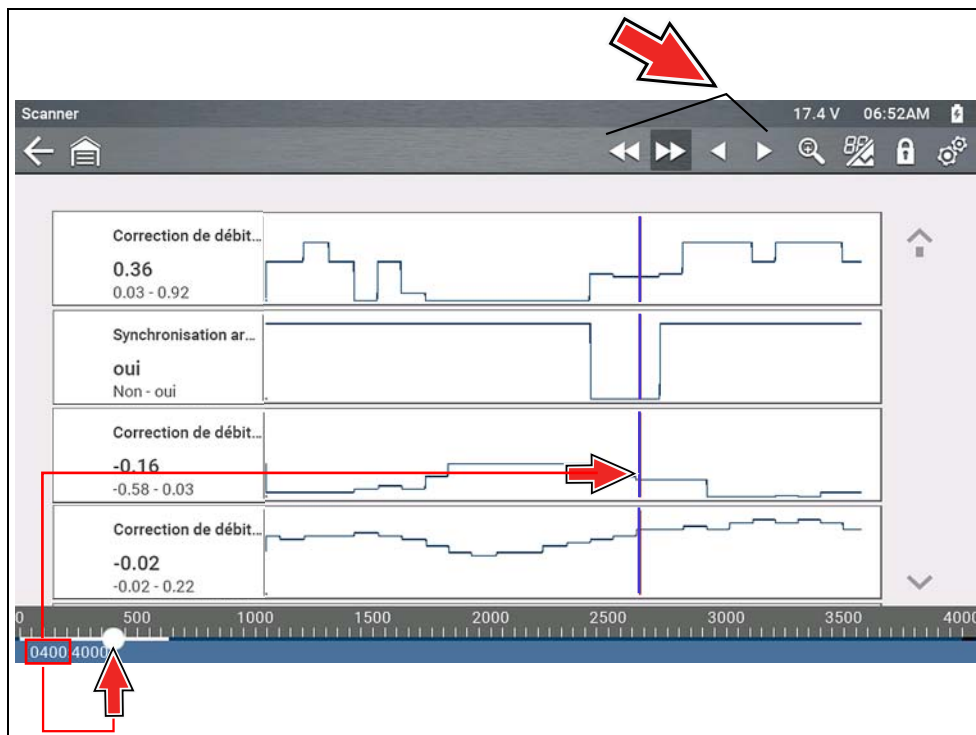

Figure 4-22
3. Dans l'affichage graphique, utilisez les icônes de commande pour vous déplacer dans les données (*Figure 4-22*).
Le curseur bleu (vertical) (*Figure 4-22*) indique votre position dans les données et s'accompagne de la valeur de position actuelle (*Figure 4-22*) dans l'affichage du compteur. Le curseur s'affiche dans tous les PID.